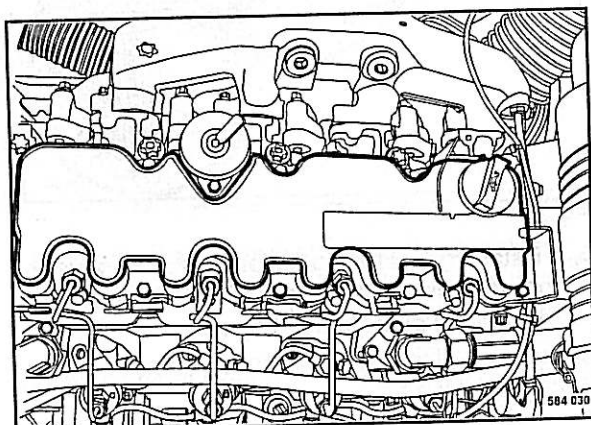

Fig. 107
- Desmontar la tapa de la culata (Fig. 107).